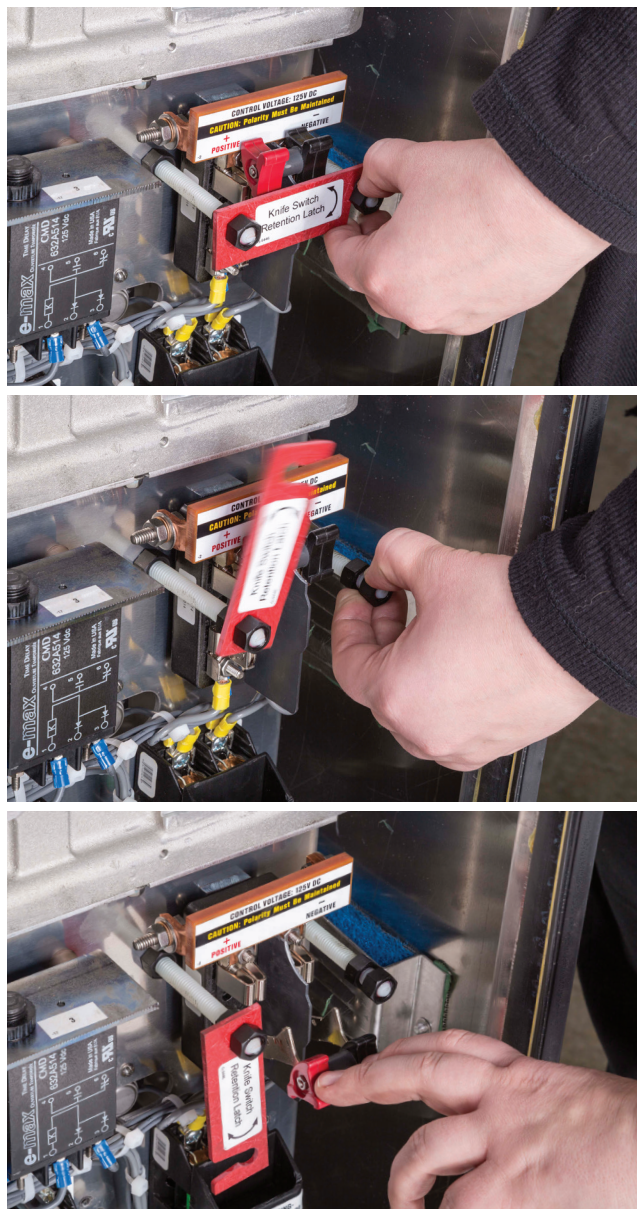

Figura 23. Retentor da chave de FACA e chave de FACA.
- (a) Para evitar uma energização acidental do operador motorizado depois que as conexões externas foram realizadas, mantenha aberta a chave de alimentação do controle e solte a trava de retenção da chave de FACA colocando pressão no retentor isolado vermelho e na porca de retenção de nylon preta. A trava de retenção da chave de FACA salta para cima e pode ser então movimentada para fora de sua posição. Ver Figura 23.